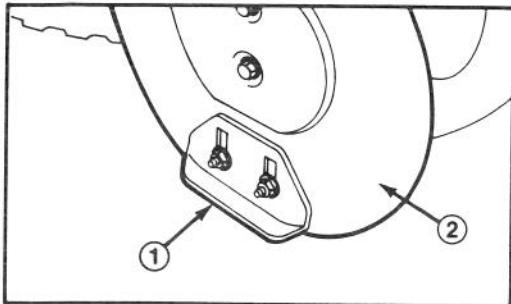

Figure 20
1. Disposez la déneigeuse sur une surface plane et de niveau. Desserrez ensuite les quatre écrous à collet (Fig. 20) fixant les deux patins aux plaques latérales du logement de tarière. Les patins doivent pouvoir coulisser vers le haut et vers le bas.
3. Desserrez les quatre écrous à collet (Fig. 20) retenant les patins aux plaques latérales du logement de tarière. Descendez ensuite les patins pour que la tarière soit aussi loin que possible de la surface plane et de niveau, puis resserrez les écrous à collet.